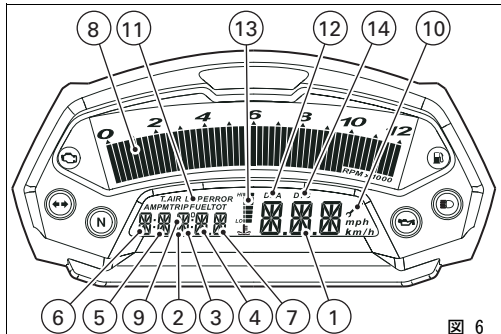

図 6
10) **定期メンテナンスインジケータ** (図 6)。
11) **LAP 機能** (図 6)。
12) **DDA 機能** (図 6)。
13) **オイル温度インジケータ** (図 6)。
14) **エンジンコントロール (DTC)** (図 6)。